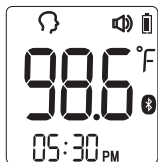

Fig. 2
5. Cuando transcurra un segundo, el termómetro emitirá un pitido y los resultados aparecerán en la pantalla como se muestra en la Fig. 2. La pantalla se iluminará e indicará que es posible que haya fiebre: VERDE: < 99,1 °F (37,3 °C); no hay fiebre AMARILLO: 99,1 °F - 99,9 °F (37,3 °C - 37,7 °C); hay fiebre leve ROJO: ≥ 100,0 °F (≥ 37,8 °C); hay fiebre alta